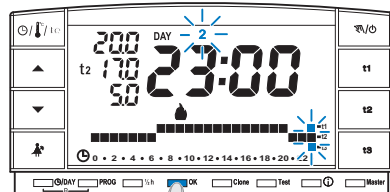

fig. 16
- Completado el perfil diario presionar **OK** para memorizarlo; luego modificar el perfil que corresponda a otro día o mantener presionada la tecla **OK por 4 segundos** para grabar el nuevo programa semanal (fig. 16).